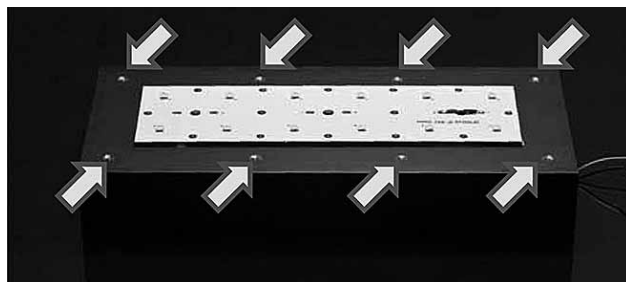

Рис.4
- Точність отвору під різьблення становить ± 0.1 мм (стрілка на рис.4).